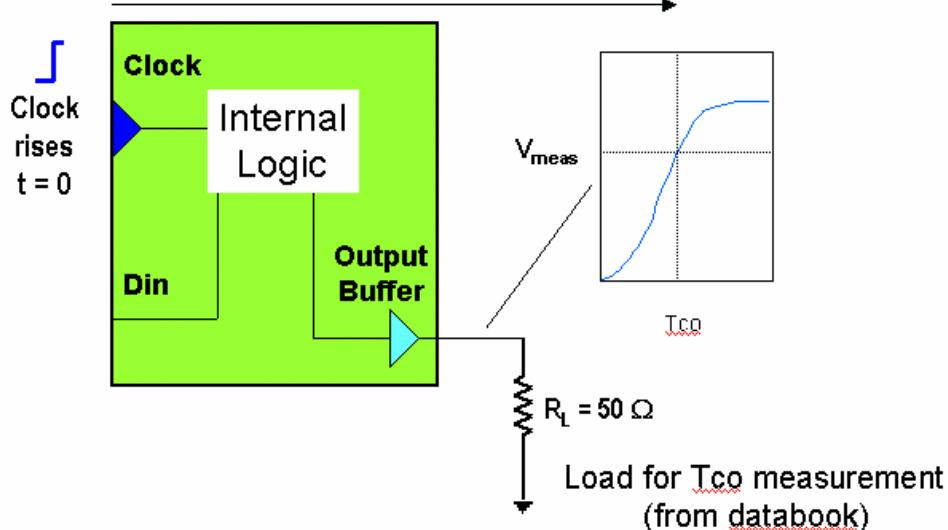

图 4—4：Tcomin/Tcomax 图示
- 2) 外同步：外同步也即同步时钟的提供既不是数据发送芯片也不是数据接收芯片，而是由另外的时钟芯片提供。如图 4—2 所示。
14、Tcomin/Tcomax：输出缓冲器的时钟到数据有效延时最小值/最大值。参考图 4—4。